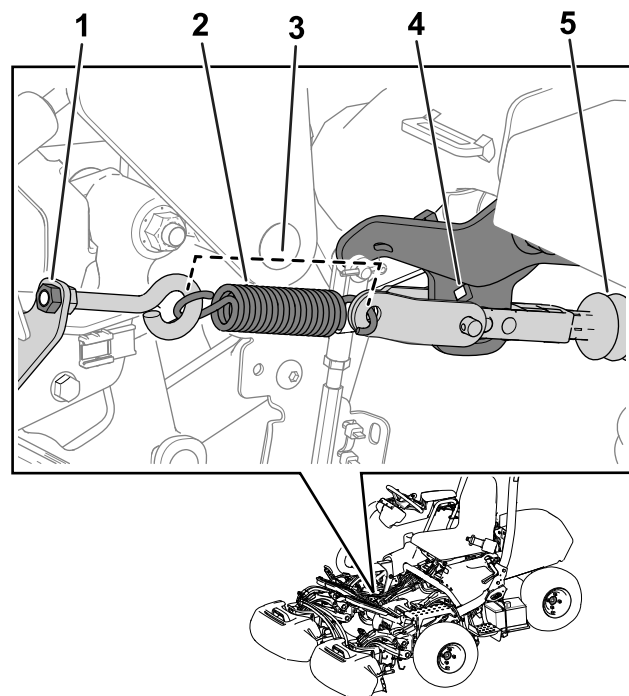

Figura 33
**Notă:** Consultați Figura 33 pentru această procedură.
3. Pregătiți pentru utilizare strângând piulia urubului cu ochi astfel încât lungimea arcului să fie de 11,4 cm atunci când este montat (Figura 33).